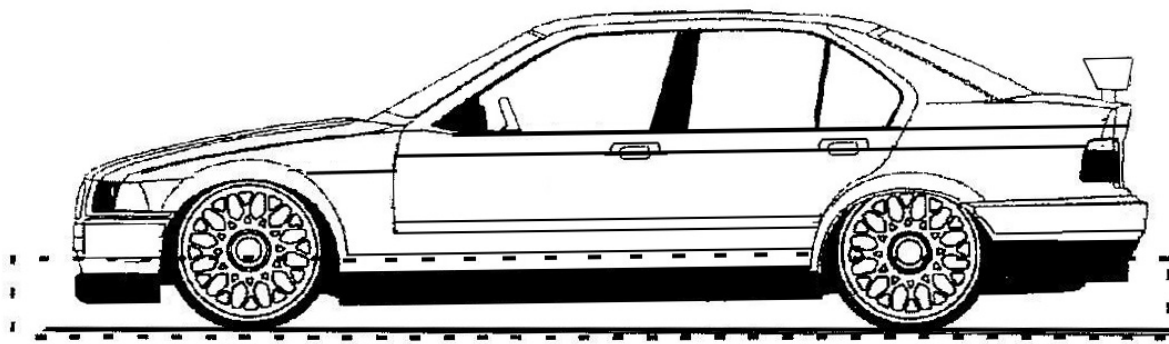

Figura 18 : Solo l'area della carrozzeria delimitata dalla linea tratteggiata può essere modificata
9.1.18 Non è possibile modificare la carrozzeria tagliandola sopra la linea tratteggiata, (vedi Figura 18 sottostante a questo articolo) nè allargarla, tutta o in parte, mediante riscaldamento.